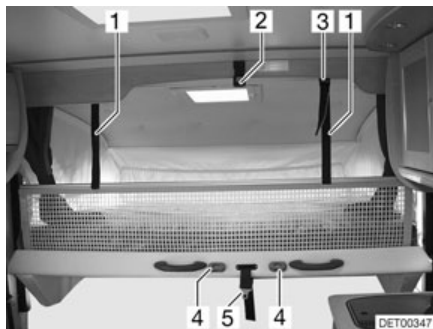

Fig. 98 Lit escamotable
- Détacher la sangle de sécurité (Fig. 98,5) du plafond (Fig. 98,2).
- Verrouiller le lit escamotable au plafond (Fig. 98,2) avec la sangle de sécurité (Fig. 98,5).
- L'échelle de montée doit être accrochée par les deux étriers aux crampons (Fig. 98,4) se trouvant sur le lit escamotable.
- Faire s'enclencher les sangles de retenue (Fig. 98,1) dans les œillets (Fig. 98,3) du plafond.